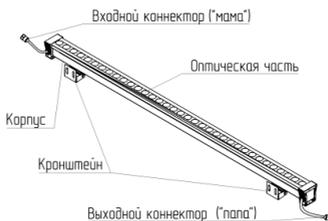
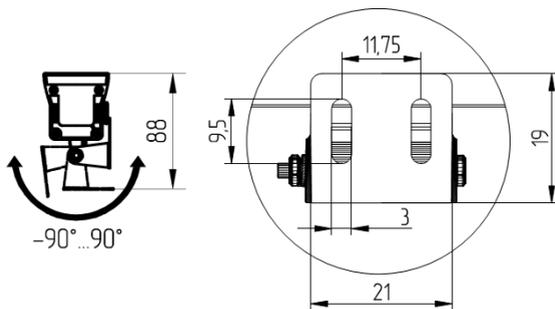

Рисунок 1 – Конструкция линейного прожектора.
Рисунок 4 – Кронштейны для крепления прожекторов Geniled 18W и 36W.
- Линейный прожектор состоит из следующих основных частей (см. Рисунок 1): корпус прожектора и боковые крышки выполнены из алюминиевого сплава. Оптическая часть включает в себя: линзы и защитное закаленное стекло. Для крепления прожектора на поверхности в конструкции предусмотрены два кронштейна (см. Рисунок 4).
- 5.3. Установите линейный прожектор на поверхность при помощи двух поворотных кронштейнов (см. рисунок 4). Отрегулируйте необходимый угол наклона и затяните винты на поворотных кронштейнах.